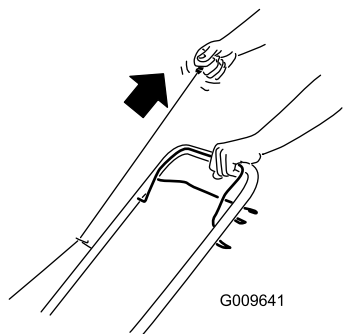

Figura 11
2. Tire del arrancador de retroceso (Figura 11).
**Nota:** Cuando tire del arrancador de retroceso, debe tirar suavemente hasta que note resistencia; luego tire con fuerza (Figura 11). Deje que la cuerda vuelva lentamente al manillar.